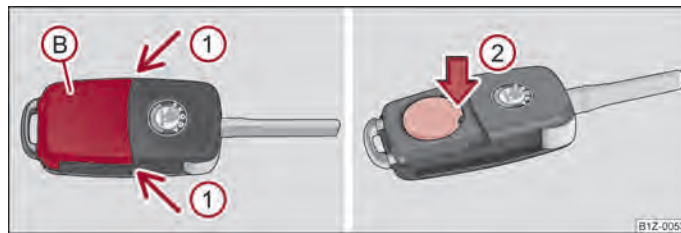

Fig. 10 Telecomanda - scoaterea capacului/Scoaterea bateriei
Fiecare cheie conține o baterie, care se găsește sub capacul (B) ⇒ fig. 10. Când bateria este descărcată, după apăsarea unei taste a telecomenzii, lampa de control de culoare roșie (A) nu clipește ⇒ fig. 9. Vă recomandăm să vă adresați unei unități service autorizate ŠKODA, pentru înlocuirea bateriei cheii. Dacă doriți totuși să înlocuiți singur bateria, procedați în felul următor:
- Apăsăți capacul bateriei cu degetul mare sau cu o șurubelniță cu vârf plat, în locurile marcate cu săgeată ① ⇒ fig. 10.
- Prin apăsarea bateriei în jos, în locul marcat cu săgeată ②, scoateți bateria descărcată din cheie ⇒ fig. 10.